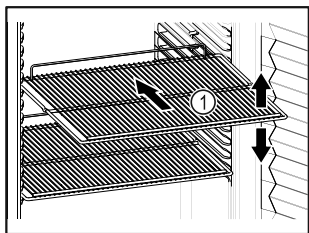

Fig. 78 Példaként szolgáló ábrázolás
- Ha a tároló rácsok Fig. 78 (1) áthelyezhetők, akkor igazítsa be őket a kívánt magasságnak megfelelően.